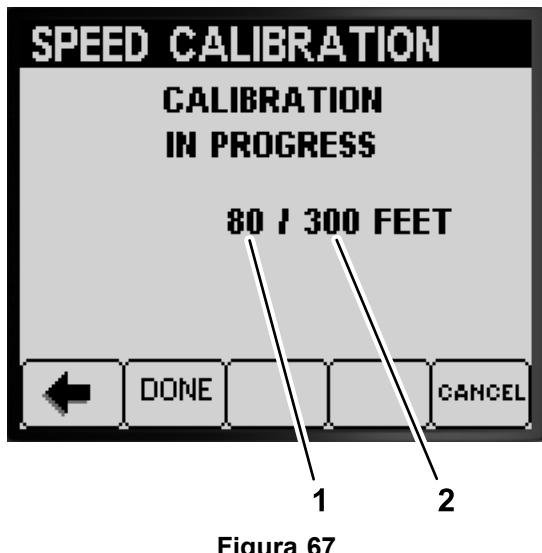

Figura 67
4. Pulse el botón 2 (TERMINADO) cuando el neumático delantero de la máquina sobresepa la línea de llegada (Figura 67).